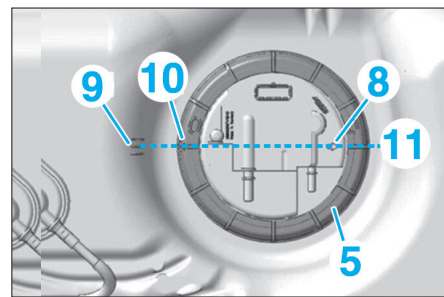

FIG. 52
- Remplacer le joint (7).
- Aligner la flèche (8) à l'opposé du repère (9) (Fig.52).
- Aligner la bague (5) avec les repères (10) et (11).